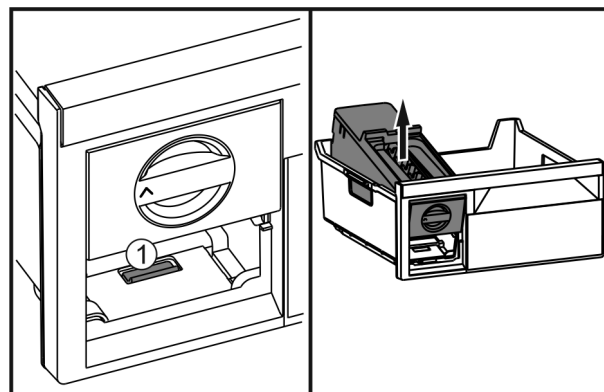

Fig. 30
- ▶ Нажать на накладку Fig. 30 (1), EasyTwist-Ice поднят сзади и вынуть из выдвижного ящика морозильника.